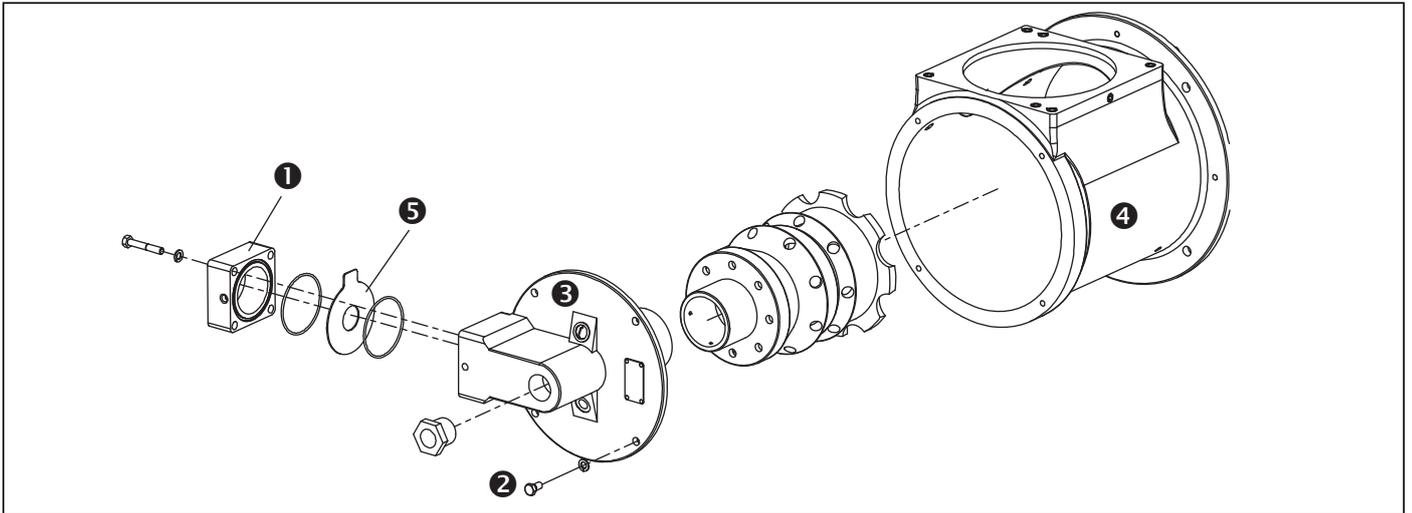

Figura 5.1.
6. Retire y limpie la placa orificio ⑤, véase la figura 5.1.
La cabeza y el conducto/bloque de combustión se pueden inspeccionar sin retirar el quemador de la pared de la cámara y sin entrar en la cámara. Véase la figura 5.1. Realice lo siguiente: